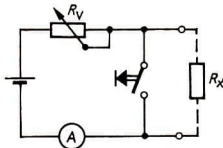

Bild 99
*Direkt anzeigende Widerstandsmesser* besitzen eine eingebaute Spannungsquelle, einen Strommesser und einen Abgleichwiderstand  $R_V$  nach Bild 99. Der Abgleichwiderstand wird bei kurzgeschlossenen Meßklemmen so eingestellt, daß der Strommesser gerade Vollausschlag anzeigt ( $\triangleq R_x = 0 \Omega$ ). Da für  $U = \text{const}$   $R \sim 1/I$  ist, kann der Strommesser direkt in Ohmwerten geeicht werden. Dabei ergeben sich eine starke Zusammendrängung der höheren Widerstandswerte im unteren Skalenbereich und somit relativ hohe Fehlergrenzen.